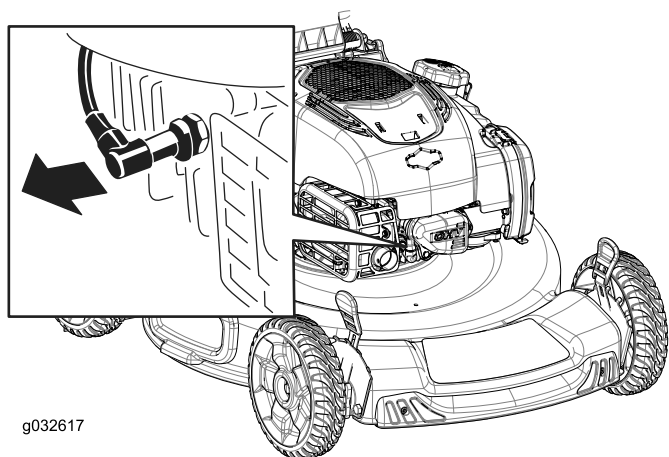

Рисунок 30
- Отсоедините провод от свечи зажигания (Рисунок 30).